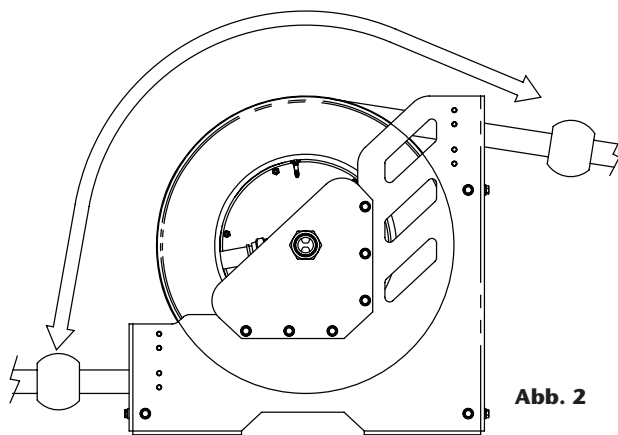

Abb. 2
4. Richten Sie den Schlauch (es ist nicht erforderlich, den Schlauchstopper zu demontieren) auf die neue Schlauchauslassposition aus. Greifen Sie dazu den Schlauch fest, entriegeln Sie die Spule und drehen Sie sie, bis der Schlauch seine neue Position erreicht (Abb. 2). Verriegeln Sie dann die Spule wieder an der nächstgelegenen Position.